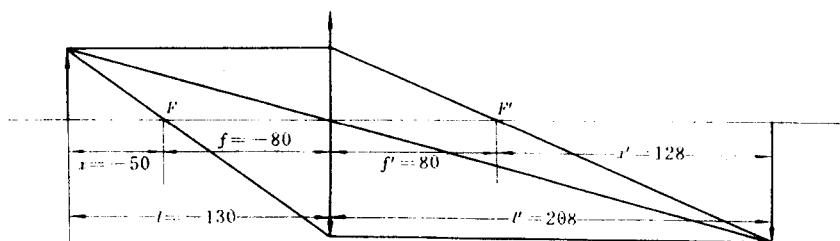

图 1-1
例 1: 一薄凸透镜的焦距为 80mm, 设物体位于透镜左边 130mm 处, 求像的位置及其横向(垂轴)放大率(见图 1-1)。
解: (1) 用牛顿公式 $xx' = ff'$ 计算, 根据题意, 由图 1-1 知: